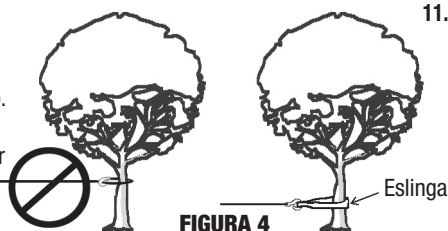

FIGURA 4
8. **NUNCA UTILICE EL CABRESTANTE CON MENOS DE CINCO (5) VUELTAS DE CABLE DE ACERO ALREDEDOR DEL TAMBOR DEL CABRESTANTE,** ya que es posible que el pasador en el extremo del cable de acero NO aguante la carga completa.
10. **NUNCA ENGANCHE EL CABLE DE ACERO EN DICHO CABLE.** Esto dañará el cable de acero. Utilice una eslinga de cabrestante, un protector de árbol u otro accesorio recomendado para este tipo de conexión. (FIGURA 4)